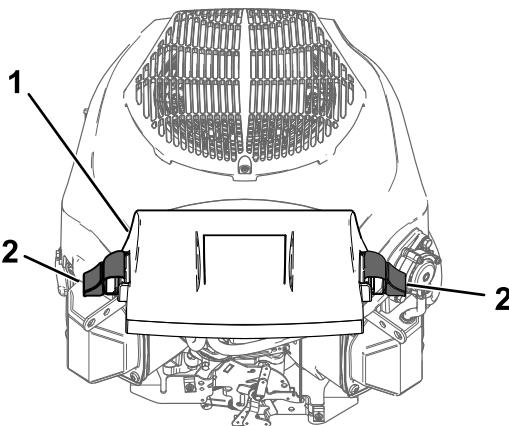

Figura 43
- Instale a cobertura e prenda-a com os grampo de retenção (Figura 43).